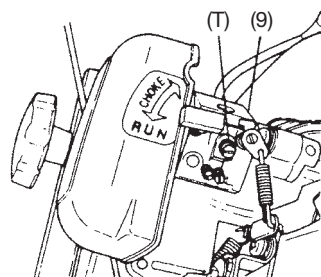

Fig. 6
5. Carburateurafstelling (Fig. 6)